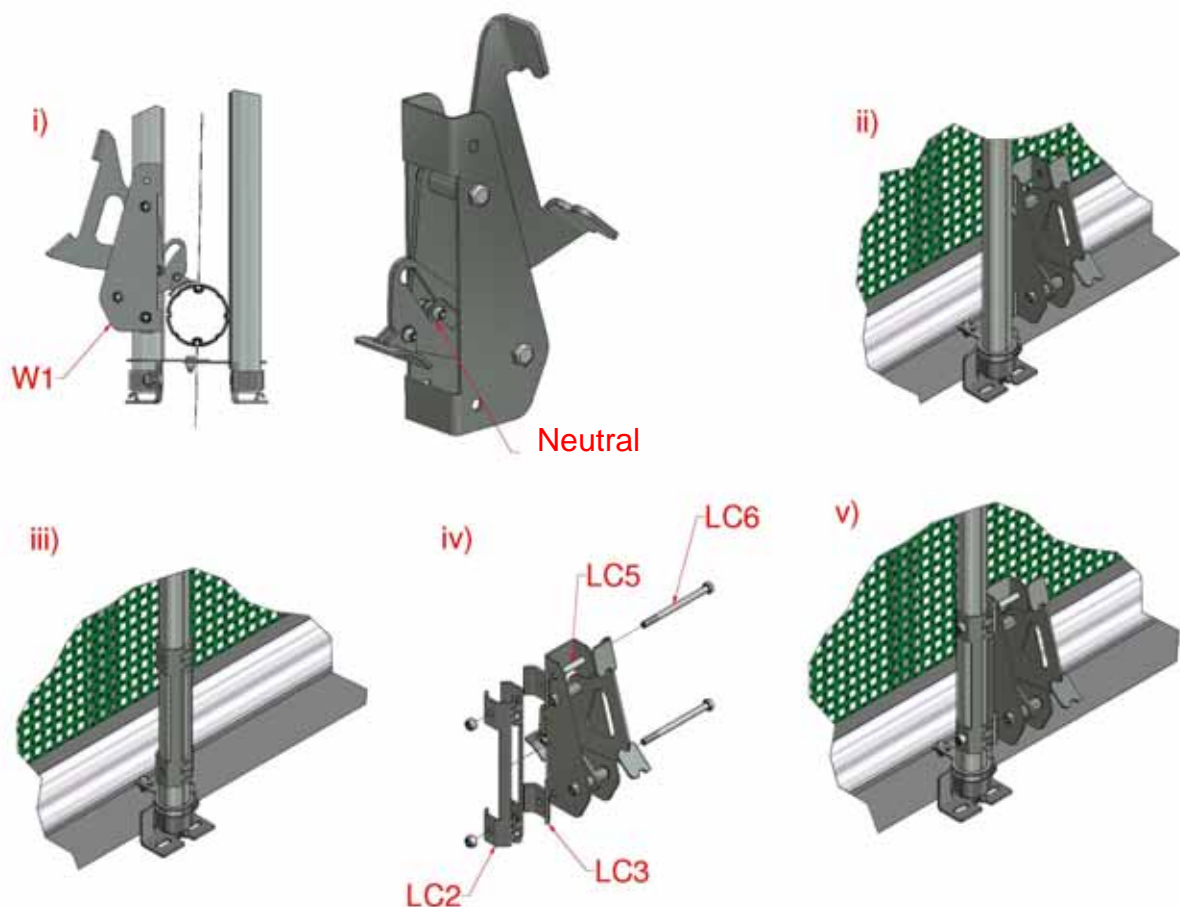

Abbildung 22: Mittlere Sperrklinken
- a) Während sich die Klinke in der Neutralstellung befindet, wie in Abbildung 22(i) gezeigt (also die Rolle in der mittleren Rastposition auf der Schiene), Klinke gegen das äußere Führungsrohr halten, so dass der Schuh am unteren Rollrohr anliegt, und Positionen der Montagelöcher auf dem Rohr markieren, siehe Abbildung 22(ii).
- b) Die beiden Klemmbleche um das Führungsrohr legen, so dass die Eingriffsfinger in der äußeren Rille des Rohrs sitzen, siehe Abbildung 22(iii). Montagelöcher auf die unter Punkt 5(a) angebrachten Markierungen ausrichten. Klemmbleche als Bohrschablone verwenden und von beiden Seiten aus durchgängiges Loch für M10-Schraube bohren.
- c) Klinke mit Schrauben M10x140mm lang am Rohr befestigen. Dabei Abstandsrohre innerhalb der Klinke und Abstandsbleche zwischen Klinke und Klemmblechen einsetzen, siehe Abbildung 22(iv).